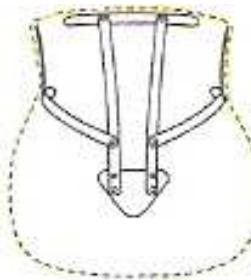
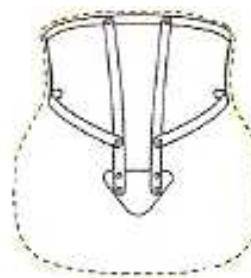
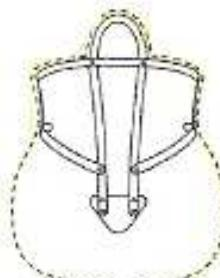

Figure 38 : CIVA⁽²⁷⁾
Figure 39 : CIVB⁽²⁷⁾
Figure 40 : CIVC⁽²⁷⁾
- CIVA (Figure 38), B (Figure 39) ou C (Figure 40) type 1 :